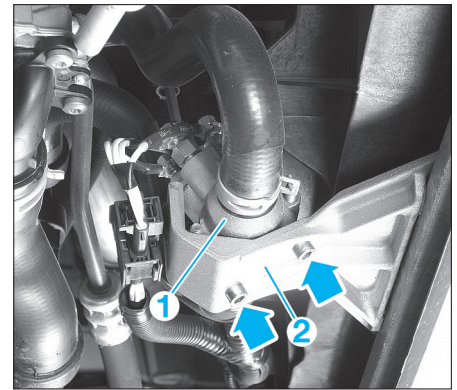

FIG. 73
- Déposer les thermoplongeurs (1) et son support (2) (fig. 73).